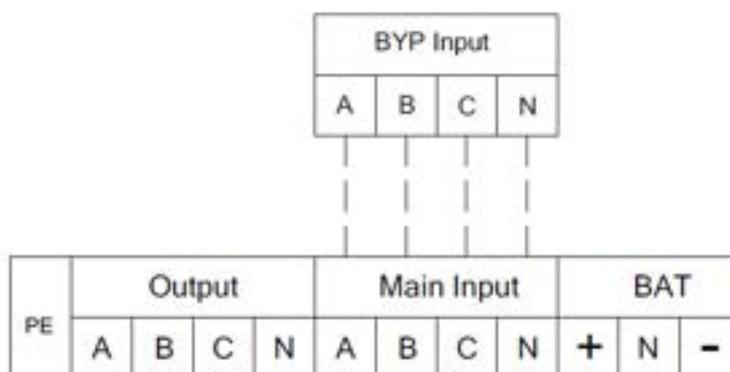
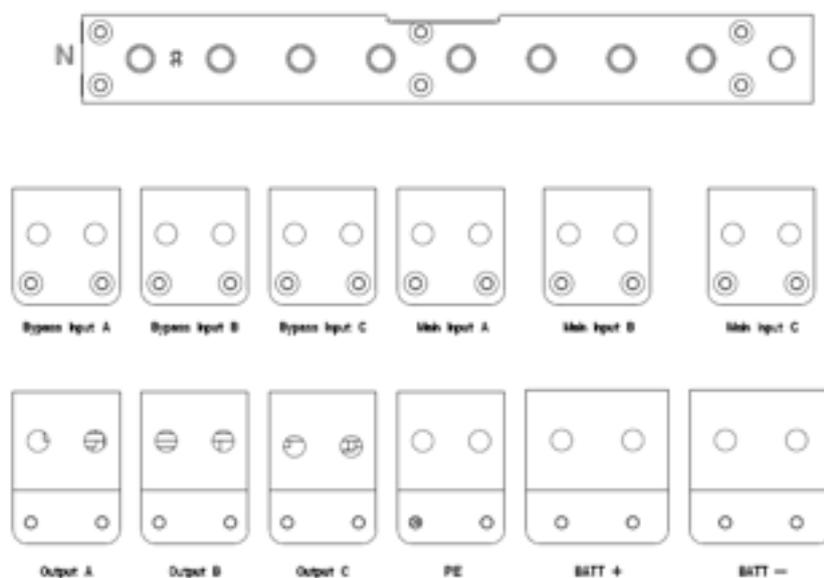
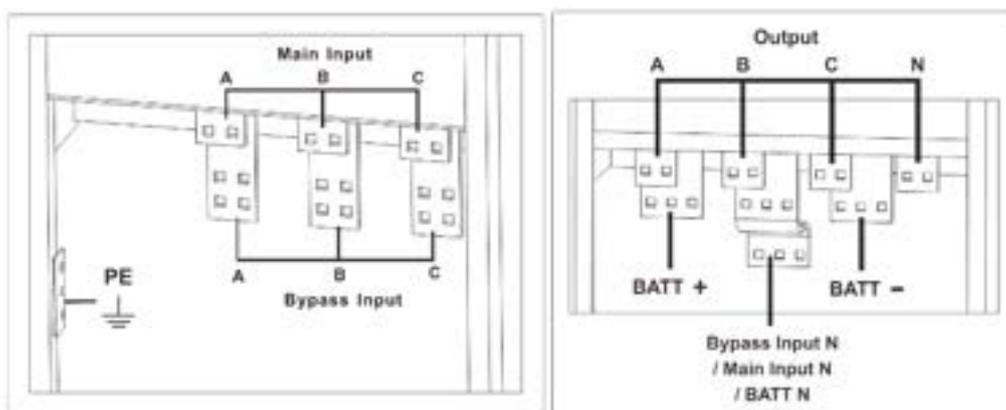

Figura 2-17 Terminais de conexões de 6 slots (a entrada de bypass separada é opcional)
Figura 2-18 Terminais de conexões de 10 slots (a entrada de bypass separada é opcional)
Figura 2-19 Terminais de conexões de 20 slots
- 2) Abra a porta traseira do armário, remova a tampa de plástico. O terminal de entrada e saída, o terminal da bateria e o terminal de proteção à terra são mostrados na Figura 2-17, na Figura 2-18 e na Figura 2-19.